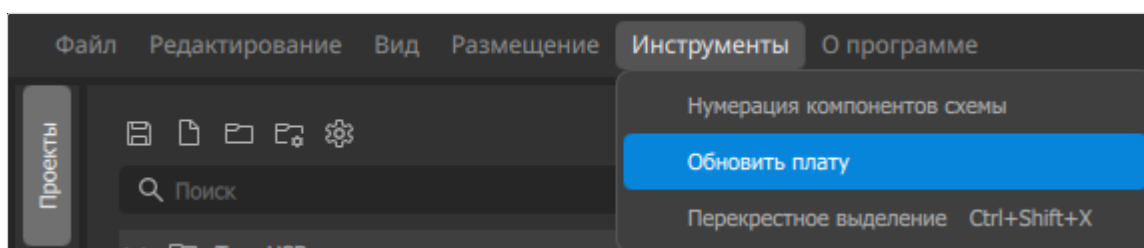

Рисунок 77. Пункт меню «Обновить плату»
- 1) Вызвать команду меню *«Инструменты»* → *«Обновить плату»* (см. рисунок 77).